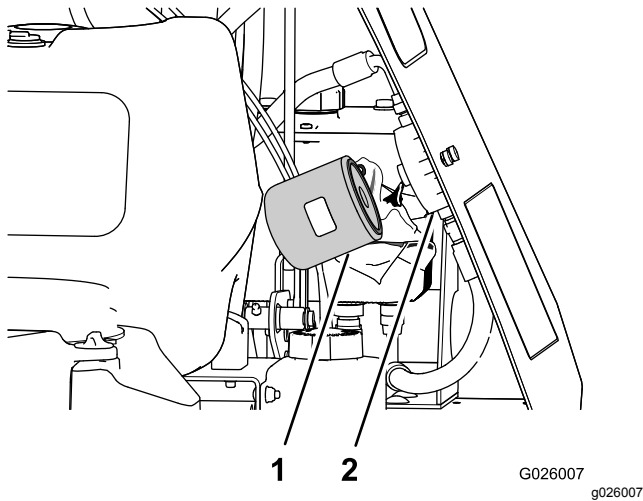

Figure 56
- Tournez le filtre hydraulique auxiliaire dans le sens antihoraire et déposez-le de la base de l'adaptateur (Figure 56). Laissez le liquide s'écouler.
- Posez le filtre en le tournant dans le sens horaire sur l'adaptateur jusqu'à ce que le joint rejoigne l'adaptateur, puis serrez encore le filtre de 2/3 à 3/4 de tour (Figure 56).